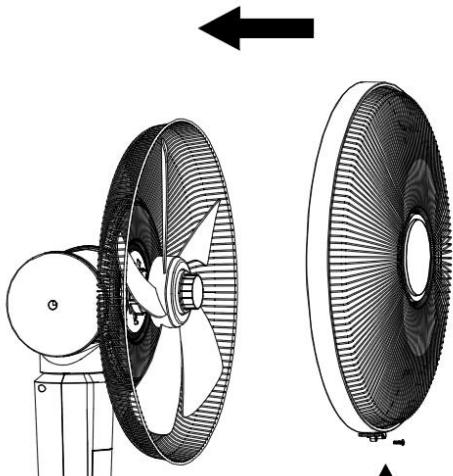

Рис. 5
- E. Приєднайте передню захисну решітку до задньої захисної решітки за допомогою спеціального кільця для з'єднання. Зафіксуйте решітки за допомогою гвинта на фіксаторі (Рис. 5).